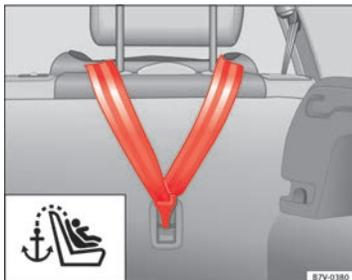

Abb. 28 Eingehängter oberer Befestigungsgurt im Gepäckraum.
- Oberen Befestigungsgurt an der Rückseite der Rücksitzlehne in die entsprechende Halteöse (für TOP TETHER) der Rücksitzlehne einhaken ⇒ **Abb. 28**.